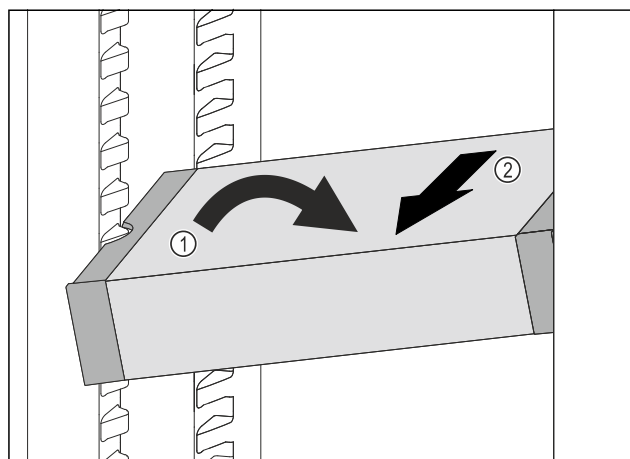

Fig. 143
- ▶ Seadke VarioSafe jahutusosas kaldu. Fig. 143 (1)
- ▶ Võtke VarioSafe ettepoole välja. Fig. 143 (2)